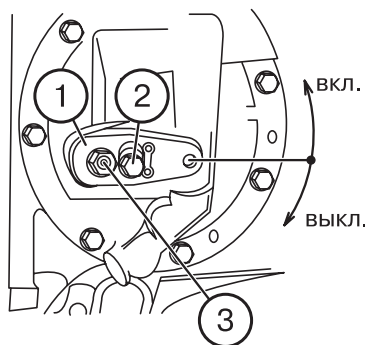

Рисунок 4.4
- л) переведите рычаг управления масляным насосом коробки передач (КП) в положение выключено (рисунок 4.4);